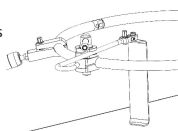

Figure 14
- Les **pinces de serrage** (AL-0103) se fixent à n'importe quel point sur l'anneau. Pour les fixer, desserrez le bouton de la **pince de serrage** et appuyez sur la plus grande des deux ouvertures sur l'**anneau écarteur** ; la **pince de serrage** s'enclenche alors sur l'**anneau écarteur**. Appuyez sur la tige du **porte-lame** dans la plus petite ouverture de la **pince de serrage** pour attacher les deux composants. L'assemblage **pince de serrage/porte-lame** peut être librement ajusté jusqu'à ce que le bouton de la pince soit serré. Des **pinces de serrage** et des **porte-lames** supplémentaires peuvent être ajoutés à l'**anneau écarteur** selon les besoins. (Figure 14)